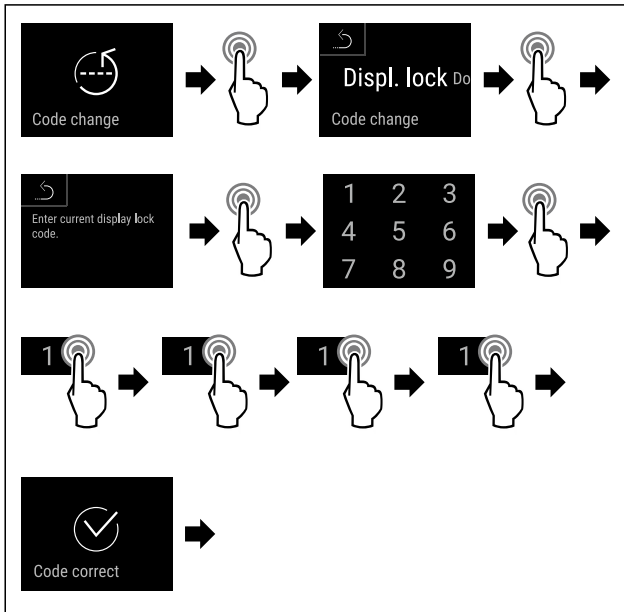

Fig. 84
- ▶ Wykonać czynności (patrz Fig. 84).